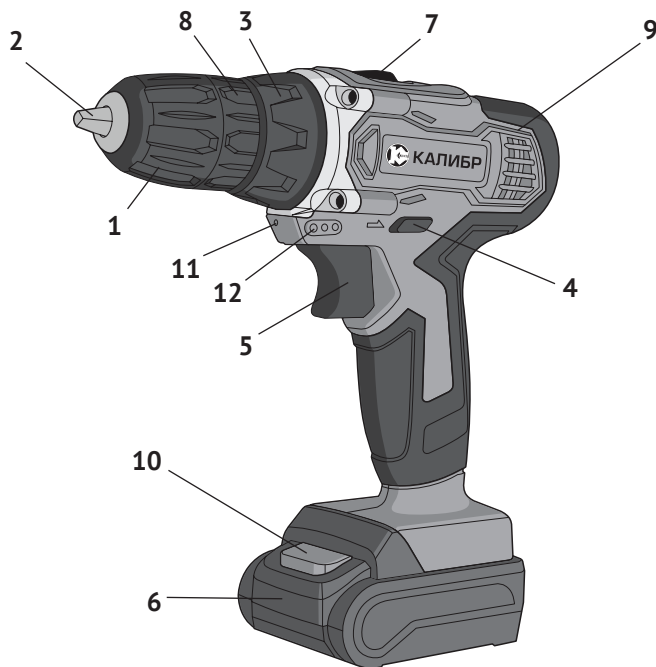

рис. 1
1.6 Общий вид дрели представлен на рис.1
1.7 Механизм дрели расположен в обрешиненном пластиковом корпусе (рис.1 поз.9), состоящем из двух частей: правой и левой. Он состоит из электродвигателя постоянного тока и редуктора с планетарным 2-х скоростным механизмом. В нижней части корпуса, выполненного в форме рукоятки, находится выключатель и разъём для присоединения аккумуляторной батареи.
1.8 Клавиша выключателя (рис.1 поз.5) расположена в передней части рукоятки. При нажатии на клавишу включается двигатель дрели. Усилие, приложенное к клавише, изменяет скорость вращения двигателя. При запуске двигателя автоматически включаются: светодиод (рис.1 поз.11), обеспечивающий локаль-
ную подсветку рабочей области и индикаторы (рис.1 поз.12), отображающие степень заряженности подключённой АБ.
Над клавишей выключателя находится переключатель реверса (рис.1 поз.4), пластинчатой конструкции. В нейтральном положении он выполняет функцию блокиратора клавиши от случайного включения. Стрелками на корпусе дрели, указывается направление вращения патрона.
1.10 В передней части корпуса расположено кольцо регулировки (рис.1 поз.3). Это кольцо фиксирует одну из 19-й, позиций предельного момента затяжки, при работе дрелью, как шуруповёртом, или переключает редуктор в режим сверления – символ «сверло».
Внимание! Перед установкой/извлечением аккумуляторной батареи отключить инструмент, установив переключатель направления вращения (рис.1 поз.4) в среднее положение (блокировка клавиши выключателя).
- для извлечения батареи из дрели нажать кнопку фиксации (рис.1 поз.10) аккумуляторной батареи и извлечь её из рукоятки, вытягивая вперёд, к патрону.
- установить переключатель направления вращения (рис.1 поз.4) в положение блокировки клавиши выключателя;
- удерживая кольцо патрона (рис.1 поз.8) одной рукой, другой вращать
переднюю часть патрона (рис.1 поз.1) против часовой стрелки до разведения кулачков патрона (рис.1 поз.2) на расстояние, необходимое для установки рабочего инструмента;
- удерживая кольцо патрона (рис.1 поз.8) одной рукой, другой вращать переднюю часть патрона (рис.1 поз.1) по часовой стрелке до фиксации рабочего инструмента кулачками патрона;
- сдвинуть переключатель направления вращения (рис.1 поз.4) в сторону, нужную для вращения патрона;
- для включения дрели необходимо нажать и удерживать клавишу выключателя (рис.1 поз.5);
- в среднем положении переключатель направления вращения (рис.1 поз.4) блокирует клавишу выключателя, исключая случайное включение дрели;
2.2.5 Функции регулировочного кольца (рис.1 поз.3):
На регулировочное кольцо (рис.1 поз.3) нанесены символы: от «1» до «18» - 18 фиксированных положений предельного момента затяжки, символ «-» и символ «дрель». Выставление нужного режима работы осуществляется совмещением соответствующего символа со стрелкой на корпусе дрели.
- выставив ползунком переключателя (рис.1 поз.7) диапазон «1» получаем при низком числе оборотов (400 об/мин) высокий показатель крутящего момента. Этот режим применяется при закручивании шурупов, винтов, саморезов и болтов больших размеров;
- повернуть кольцо регулировки (рис.1 поз.3) в положение «сверло»;